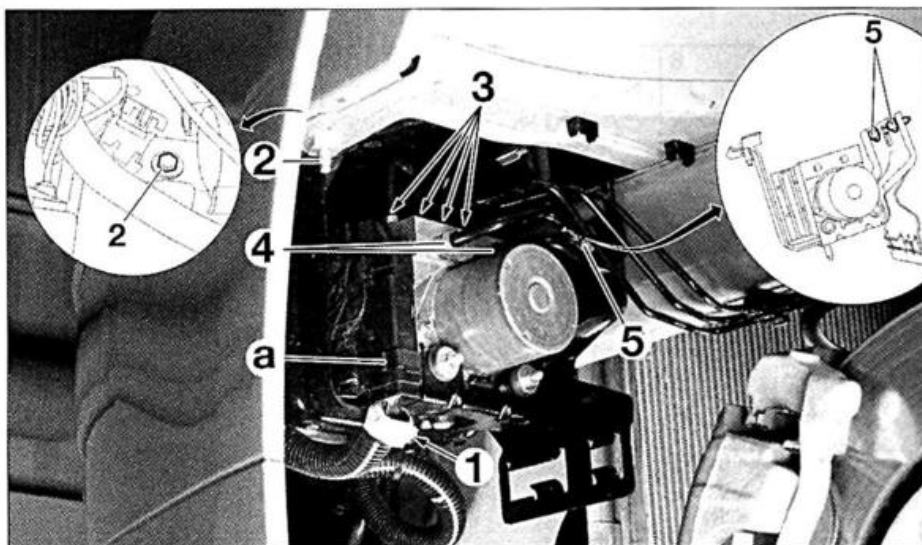

FIG. 23
- Desenchufar el conector (accionar la palanca "a") (fig. 23).
- la tuerca (1),
- el tornillo (2) (por encima).
- Separar los rácores (3) y (4) (prever la salida del líquido de freno).